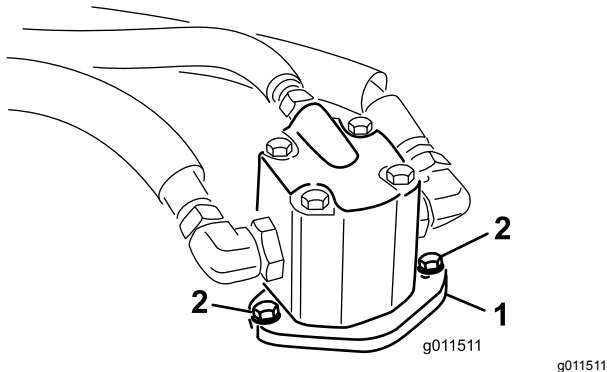

Figura 102
4. Retire los pernos que sujetan el motor hidráulico a la carcasa de corte (Figura 102).